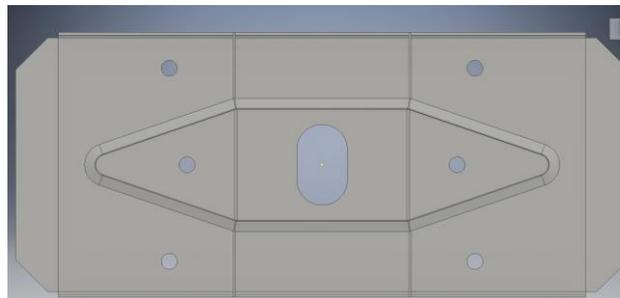

Ilustración 383. Resultado final tras la operación de punzonado. Escuadra de mesa.
- Configure el tamaño y forma del punzón en la pestaña “Tamaño” del cuadro de diálogo del comando. Introduzca los valores mostrados en la *Ilustración 383*.